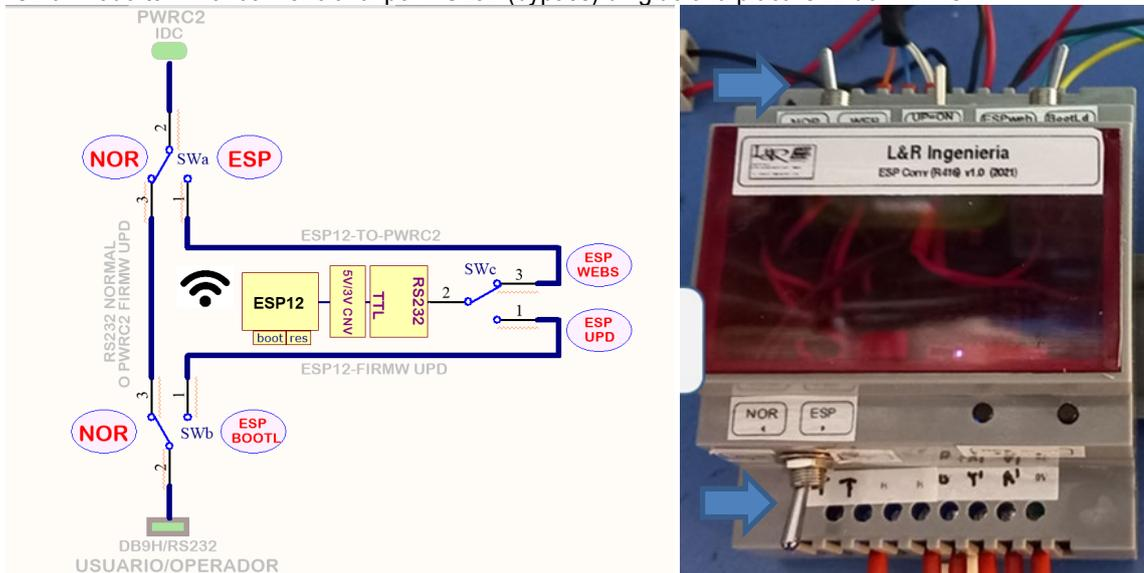

Figura A.1 – ESP-Conv1 en Modo 1 – Switches Superior e inferior izquierdos (SWa,b) en NOR hacia la izquierda
1. El ESP-Conv1 en **Modo 1** (Figura A.1) permite actualizar utilizando una PC convencional con un convertor USB-Serie el Firmware del PWRC2, sin utilizar el método anterior del AVRISP (que requería un adaptador especial y conexión al conector de 6 pines sobre la placa CPU). Entonces se puede acceder desde el conector frontal de los PWRC2 al modo terminal convencional por RS232 (bypass) dirigido a la placa CL2 del PWRC2.